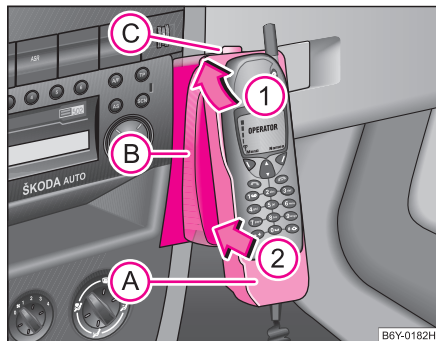

Fig. 98 Adaptare universală pentru telefon
- Așezați adaptorul fără telefon în suportul (B), în sensul indicat de săgeata (1) ⇒ fig. 98, până când adaptorul atinge contactul. Apăsăți apoi ușor adaptorul în sensul indicat de săgeata (2), până se fixează.
- Așezați telefonul în adaptorul (A) (conform instrucțiunilor producătorului) și puneți contactul.